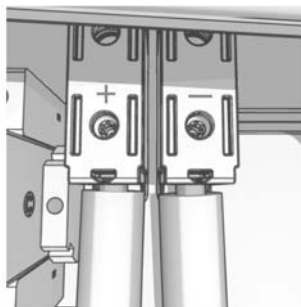

Figura 2.27 Collegamento all'ingresso FV
2. Collegare il cavo FV della cassetta di collegamento all'inverter. Assicurarsi della corretta polarità, v. figura 2.27.